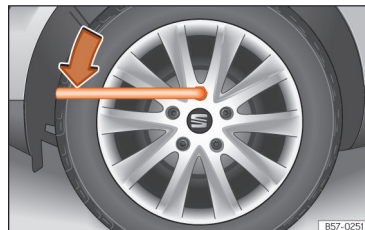

Fig. 196 Troca de roda: desapertar os parafusos de roda.
- Encaixe a chave de rodas no parafuso, até ao máximo >>> Fig. 196.